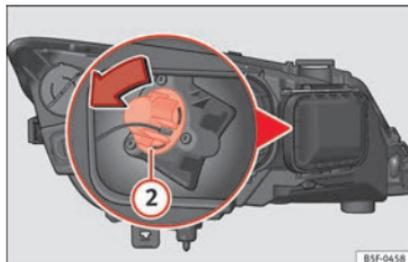

Abb. 106 Glühlampe für Blinklicht
- Drehen Sie den Lampenträger » **Abb. 106** ② nach links und ziehen Sie.